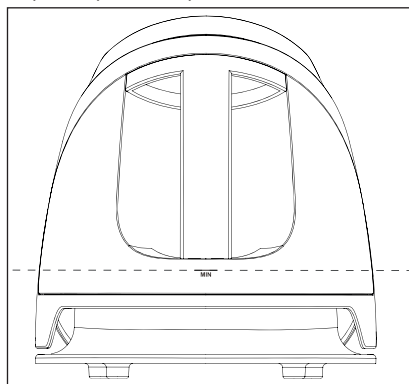

Fig. 1
- Assim que o nível de enchimento do depósito de água **7** ficar abaixo da marcação **MIN** (ver fig. 1), a água deixa de ser bombeada para a câmara de vapor e não será expelido jato de vapor.